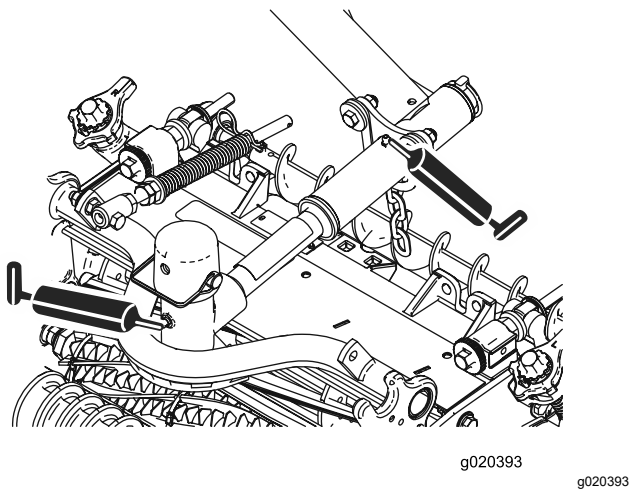

Figura 51
- Pivotes de las unidades de corte (2 en cada) (**Figura 51**).